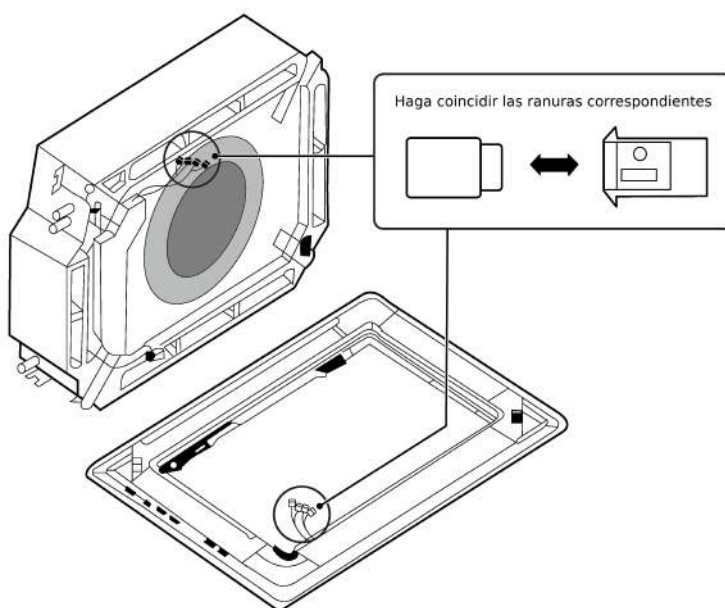

Fig.4.4.3
- (3) Conecte los terminales del panel decorativo (hembra) a los terminales del cuerpo (macho) como se muestra en la Fig.4.4.3.